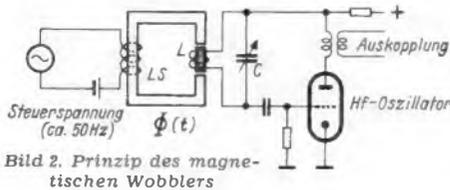

Bild 2. Prinzip des magnetischen Wobblers
1. Der magnetische Typ. Bild 2 zeigt den grundsätzlichen Aufbau. Die Spule L eines HF-Oszillators, die auf einen HF-Eisenkern oder Ferroxcube-Kern gewickelt ist, liegt im Feld eines Elektromagneten, dessen Kraftfluß durch einen Wechselstrom niedriger Frequenz gesteuert wird. Im Rhythmus des Kraftflusses ändert sich die Permeabilität  $\mu$  des HF-Kernes und damit die Selbstinduktion und mit ihr die Frequenz des HF-Oszillators. Mit Hilfe des Drehkondensators kann die Mittelfrequenz geändert werden. Man ersieht, daß es recht schwierig sein wird, eine frequenzlineare Wobbelung zu erreichen. Legt man an die Steuerspule LS z. B. eine sägezahnförmige